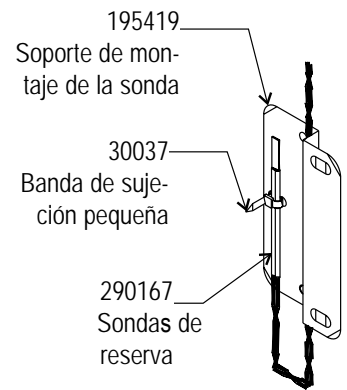

Figura 5-3. Sonda segura
2. Tal como se ilustra en la Figura 5-3, inserte la pequeña banda de sujeción a través de las aperturas en la parte frontal del soporte. Asegure la sonda en la parte posterior del soporte con la banda de sujeción.